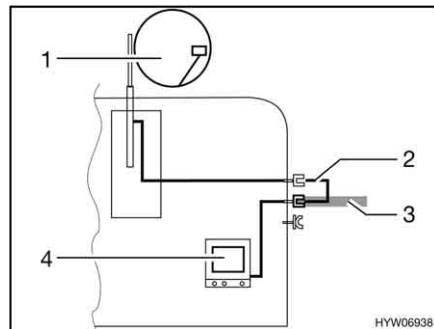

Bild 178 TV i fordonet
- TV i fordonet (Bild 178,4): Anslutning till takantenn (Bild 178,1) med anslutningskabel (Bild 178,2)
- TV i fordonet (Bild 178,4): Anslutning till extern antenn (Bild 178,3)